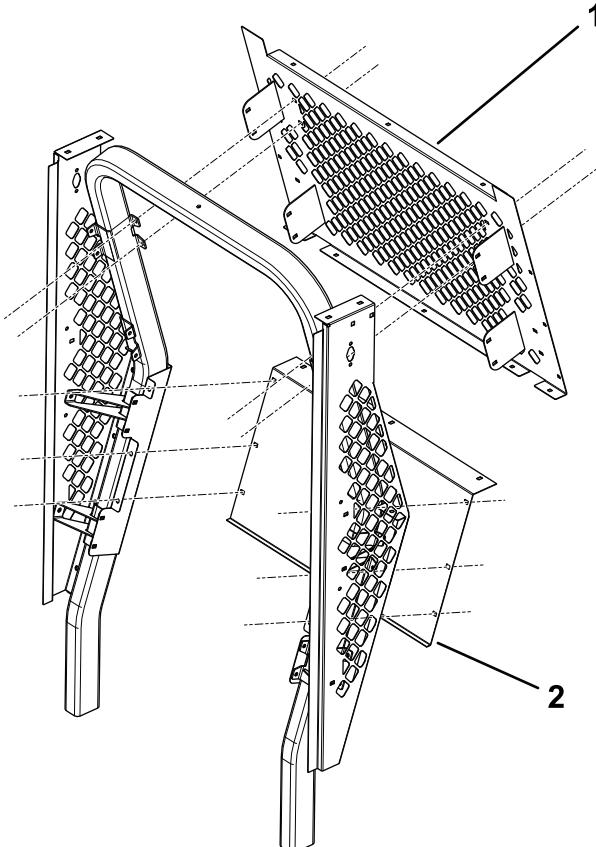

図 2
- 下側の後部パネルを取り付けるボタンヘッドねじ $5/16 \times 3/4"$ とフランジナット $5/16"$ を使用図 2。
- 上側の後部スクリーンを取り付けるボタンヘッドねじ $5/16 \times 3/4"$ とフランジナット $5/16"$ を使用図 2。